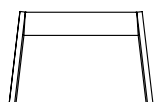

図6-2 寸法以上のイメージ
- 図6-2のように間口下端(※2)の寸法が許容範囲を超えて広がった場合は、シャッター耐風圧性能が低下して、シャッターがレールから外れるおそれがあります。